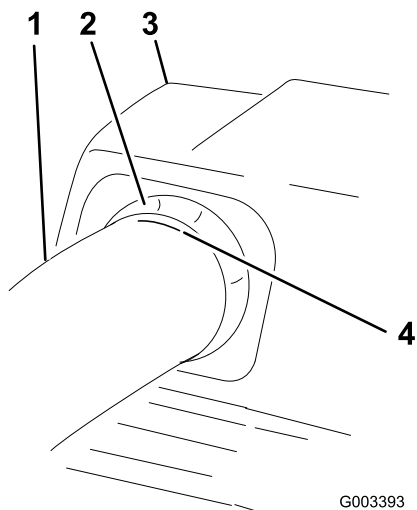

Bild 23
6. Wenn Sie einen Abstand von 19 mm haben, markieren Sie das obere Rohr außen an der Stelle, an der die Gummidichtung hervorsteht (Bild 23).
Stellen Sie sicher, dass die Markierung von Bild 23 noch vorhanden ist.